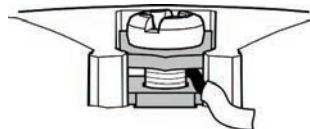

Рисунок 7.4 – Монтаж провода
- 4 – выполните подключение внешних электрических цепей согласно п. 7.3. Провода следует монтировать между пластинами (см. рисунок 7.4);